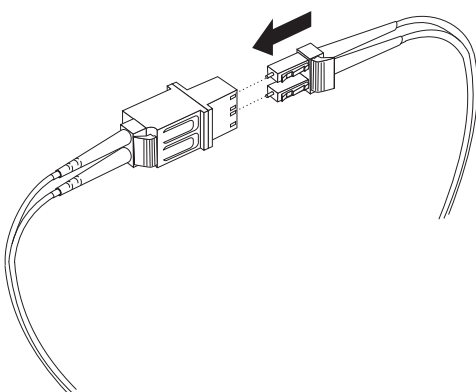

图 23. 将 LC-LC 电缆连接到 LC-SC 电缆适配器
4. 将 LC-LC 电缆的另一端小心插入 LC-SC 电缆适配器的 LC 接口端，如图 23 中所示。向内推送接头直到它咔嗒一声安装到位。